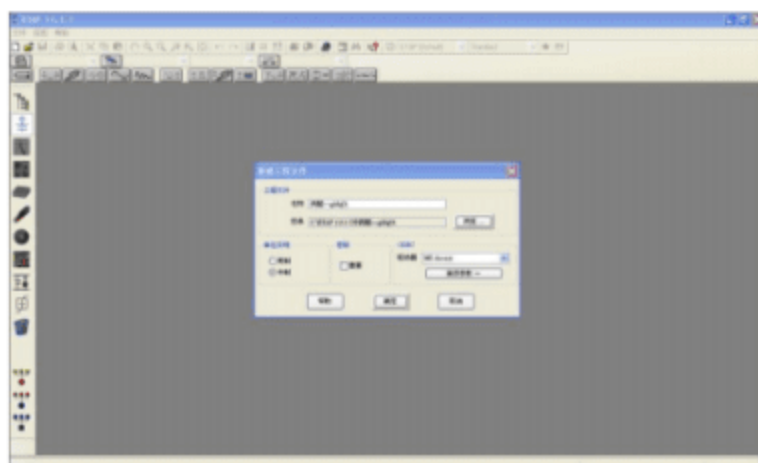

图1-3 输入工程文件名的界面
- 3、输入工程文件名称，如：“例题—gddq01”，选择单位系统为“公制”，选择文件保存的路径。（如果需要这里也可以设置数据库或者工程管理的密码），如图 1-3所示。